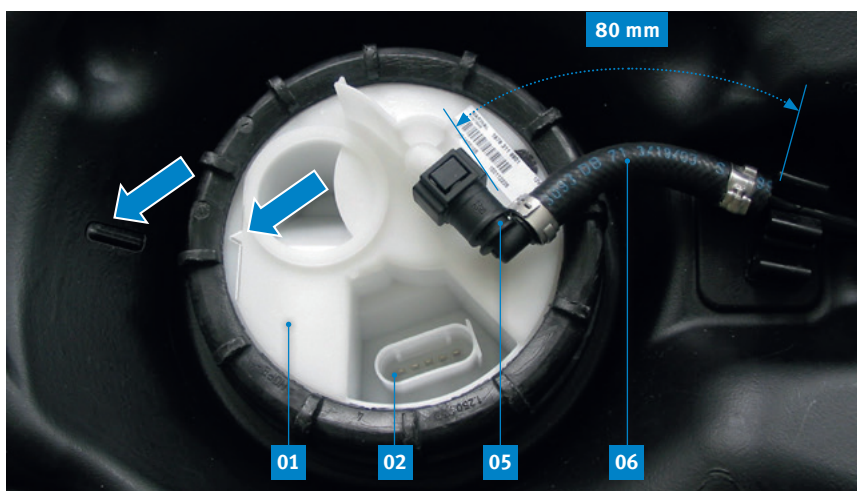

Fig. 5 : couvercle à bride de l'unité d'indicateur de niveau
Placez le module d'alimentation en carburant et l'unité d'indicateur de niveau dans le réservoir de sorte que la flèche sur le couvercle à bride pointe vers la marque sur le réservoir (Fig. 5).
Lors du remplacement de l'unité d'indicateur de niveau (01), le morceau de flexible (06) de la conduite d'alimentation doit être raccourci à env. 80 mm et le connecteur rapide à 90° (05) être mis en place (Fig. 5).